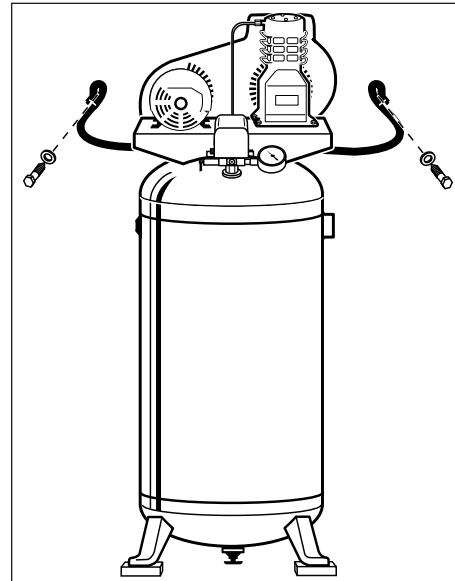

Figure 3 - Installation du Câble de Mur
- Placer le câble à travers la plaque de base tel qu'indiqué sur la Figure 3.